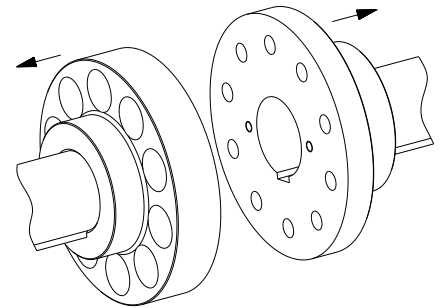

Bild 10
- Montieren Sie die Naben auf die Wellen der An- und Abtriebsseite so, dass die Planflächen der Kupplungsnaben bündig mit den Stirnflächen der Wellen abschließen (siehe Bild 10).